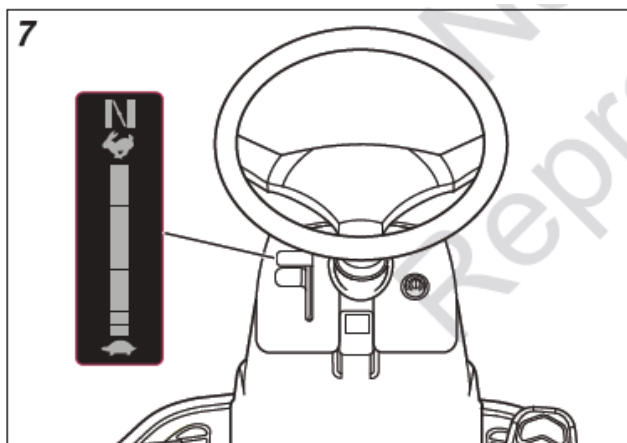

Рис. 8
1. Для запуска холодного двигателя переместите ручку дросселя вперед до конца (см. рис. 8).
3. Переместите ручку дросселя в положение «FAST» (см. рис. 8).
3. Поставьте ручку управления дросселем в среднее положение (см. рис. 8).
3. Переместите ручку дросселя в нижнее положение (см. рис. 8).
6. Переместите ручку дросселя в верхнее положение (см. рис. 8). Если возникает необходимость увеличить/уменьшить скорость, остановите машину и наберите необходимую скорость движения с помощью педали.